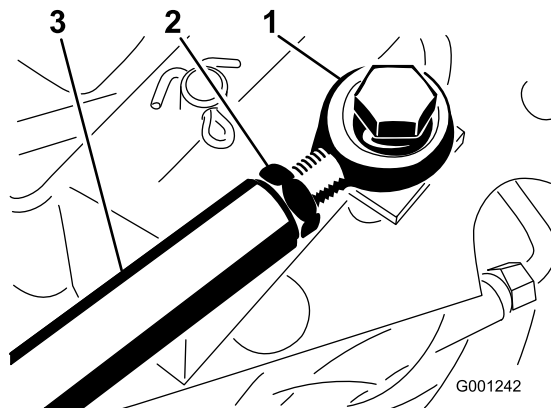

Figura 80
Si es necesario hacer un ajuste mayor, ajuste la varilla de tracción (Figura 80) de la manera siguiente:
2. Afloje la contratuerca que fija el extremo de la varilla a la varilla de tracción (Figura 80).
4. Apriete la contratuerca (Figura 80) y fije la rótula al pedal de tracción con el perno y la tuerca que se retiraron anteriormente, para fijar el ángulo del pedal.